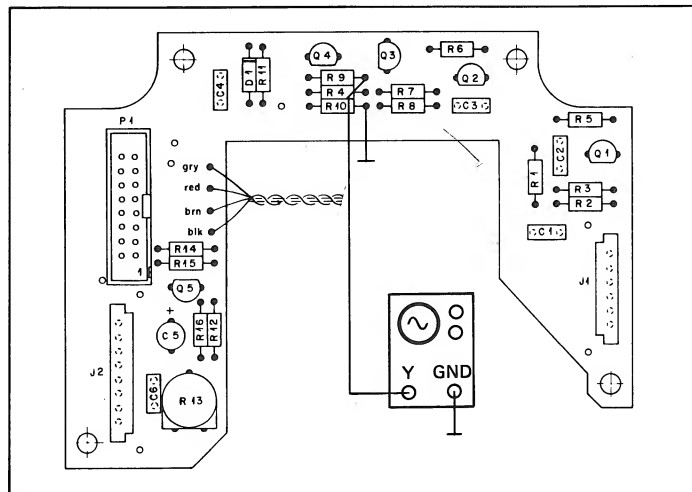
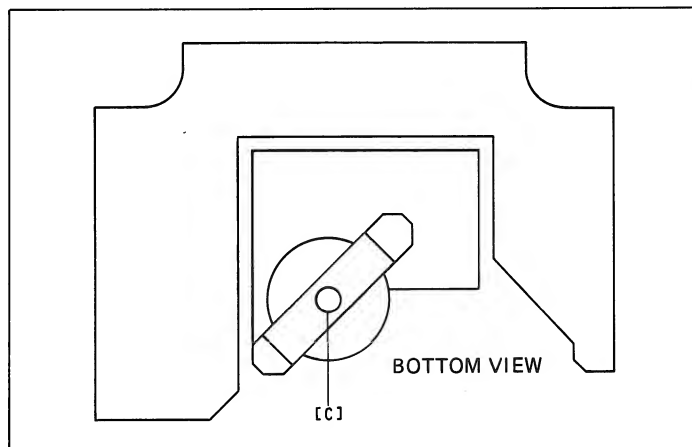
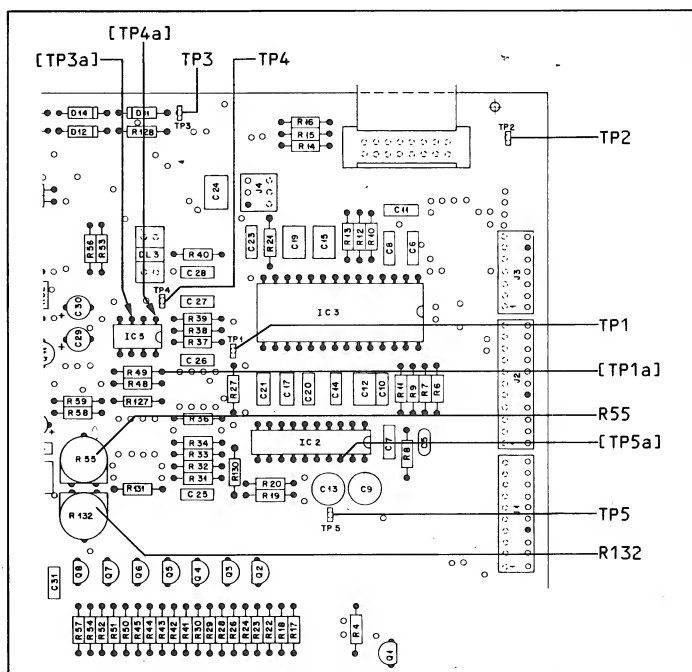

Fig. 4.14
Fig. 4.15
Fig. 4.16
→ fig. 4.14 / fig. 4.16
→ fig. 4.15 / fig. 4.16
-> fig. 4.16